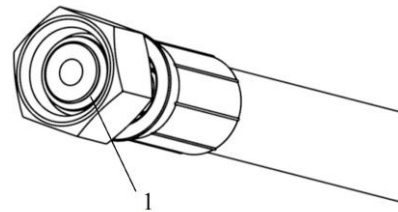

Рисунок 6 – Установка резинового кольца КУН 2000.00.005
**ВНИМАНИЕ!** Перед монтажом гидросистемы установить кольцо резиновое КУН 2000.00.005 поз.1 на всех резьбовых соединениях, где имеется ниппель с канавкой и гайка накладная (см. рис. 6).